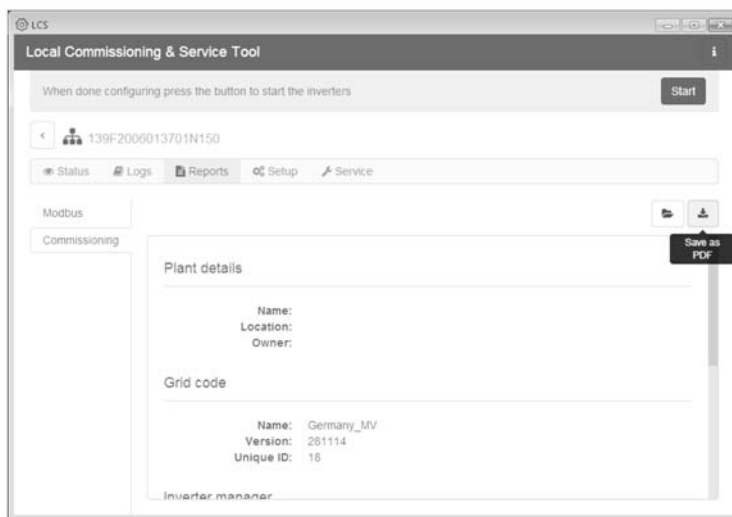

Figura 5.9 LCS-Tool – Rapporto di messa in funzione
13. Dopo la messa in funzione, è possibile scaricare un rapporto di messa in servizio dal menu **Reports**. Il rapporto contiene tutte le informazioni sulle impostazioni dell'inverter, inclusi i valori di disinserimento impostati per ciascun inverter. V. figura 5.9.